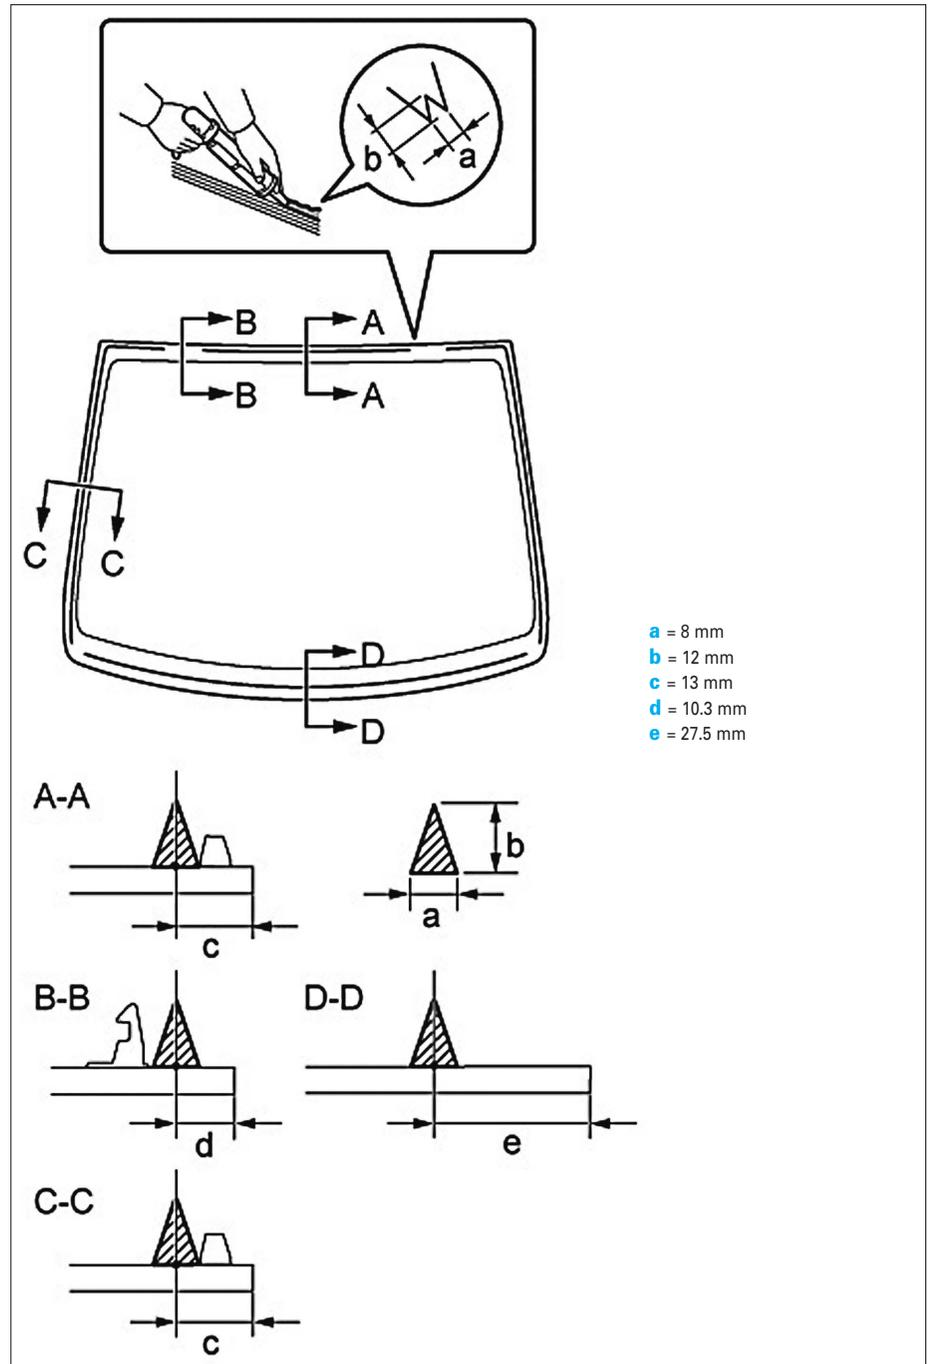

FIG. 150
• Appliquer un cordon de colle sur le pare-brise comme illustré (Fig.150).